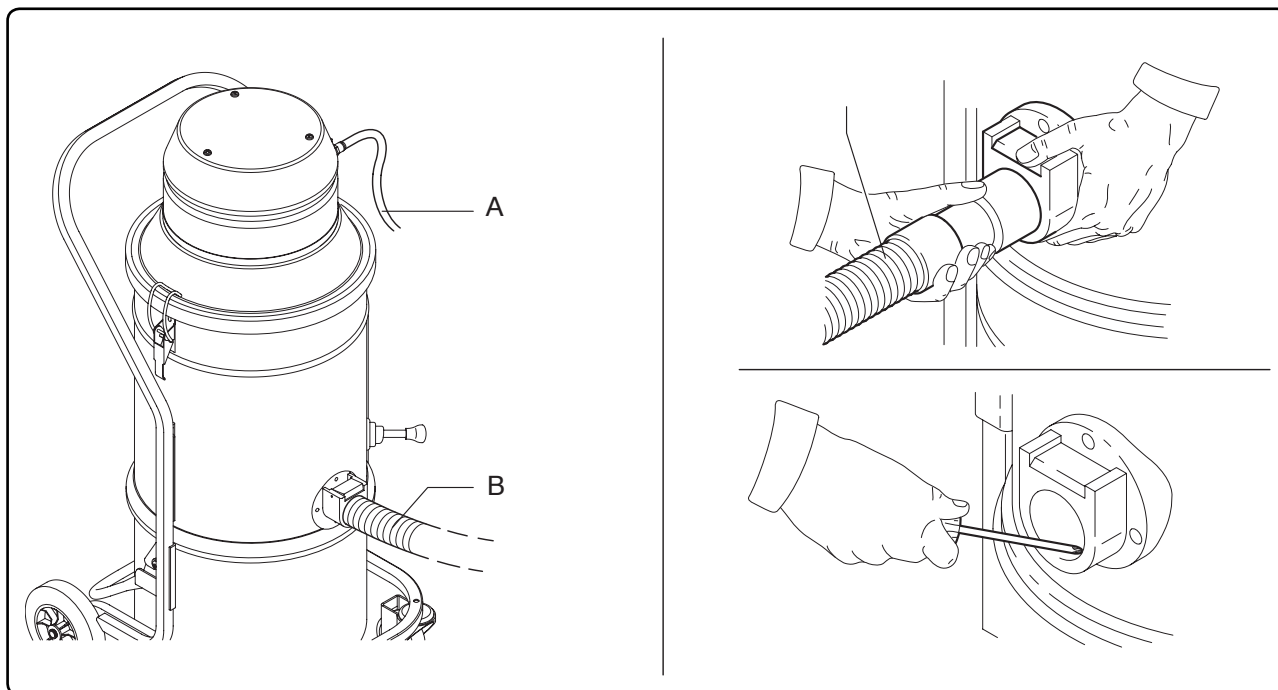

Fig. 7.3.1
Per la pulizia raschiare dall'esterno del bocchettone e rimuovere il materiale depositato come indicato in fig. 7.3.1.
*Scrape outside the outlet and remove the deposited waste as indicated in fig. 7.3.1.*
Pour le nettoyage racler l'intérieur de l'embouchure et enlever la matière qui s'est déposée comme indiqué dans la fig. 7.3.1.
*Zur Reinigung den Stutzen von außen abkratzen und das abgelagerte Material entfernen, so wie es in Abb. 7.3.1 gezeigt ist.*